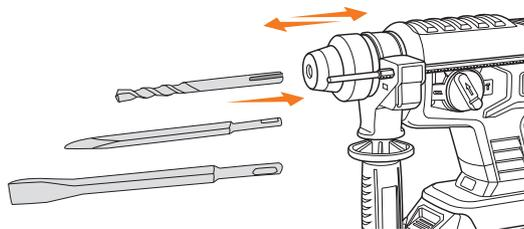

Рис. 6
- Отпустите патрон, вернув его в исходное положение (Рис. 6).